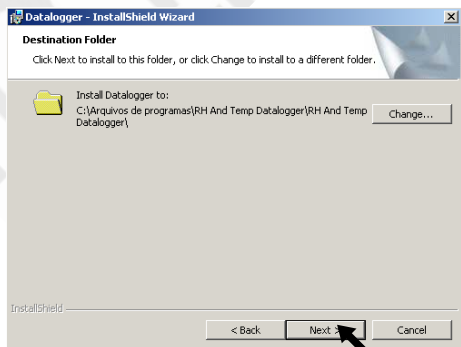

fig.2
- Em seguida o programa vai sugerir o diretório onde vão ser instalados os arquivos necessários para a instalação (**recomendado manter como padrão**) ou clique em **Change** e defina a pasta onde deseja instalar o programa, após isso clique em **NEXT** para prosseguir com a instalação. (fig.2)